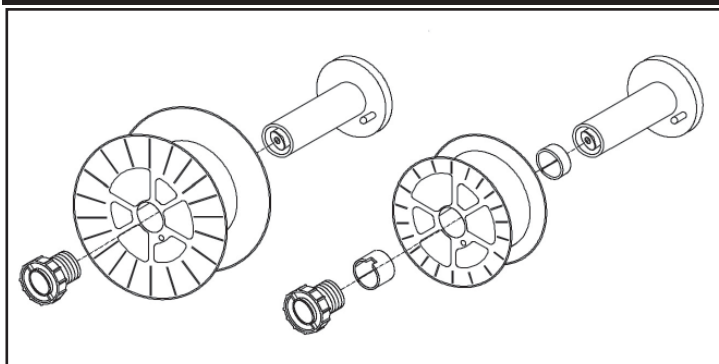

Figura 12 - Caricamento del filo
- Infilare sull'aspo la nuova bobina e i distanziali come indicato nella figura 12.